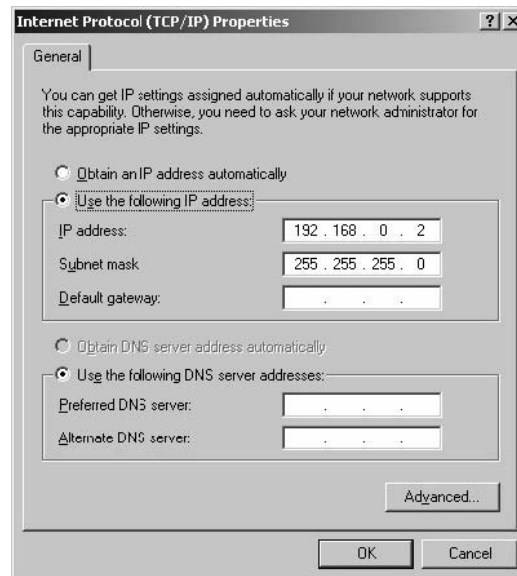

Figura 14: Propiedades TCP/IP
4. Elegir **“Internet Protocol (TCP/IP)”** y hacer clic en el botón **“Properties”** para abrir la ventana **“TCP/IP Properties”** (Figura 14).